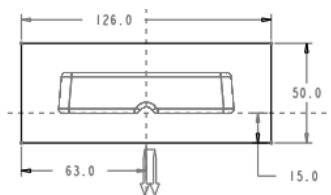

图 3.3 截面草图
(1) 选择命令。单击 **模具** 功能选项卡 **形状** 区域中的  按钮。
(2) 创建实体拉伸特征。
① 定义草绘截面放置属性。在绘图区中右击，从系统弹出的快捷菜单中选择 **定义内部草绘...** 命令。系统弹出“草绘”对话框，然后选择 MOLD_RIGHT 基准平面为草绘平面，选取 MOLD_FRONT 基准平面为草绘平面的参考平面，方向为 **右**，单击 **草绘** 按钮，进入草绘环境。
② 进入截面草绘环境后，选取 MAIN_PARTING_PLN 基准平面和 MOLD_FRONT 基准平面为草绘参考，绘制图 3.3 所示的特征截面。完成特征截面的绘制后，单击工具栏中的“确定”按钮 。
③ 选取深度类型并输入深度值。在操控板中选取深度类型 （即“对称”），再在深度文本框中输入深度值 150.0，并按 Enter 键。
④ 在“拉伸”操控板中单击  按钮，完成特征的创建。